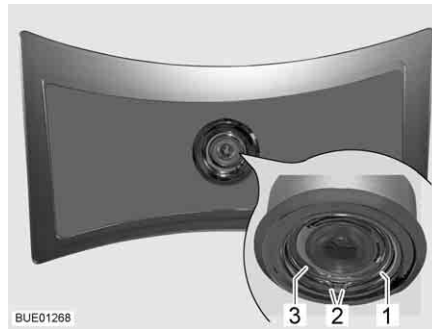

Bild 200 Taklampa
- Tryck samman fjäderringen (Bild 200,1) i båda ändarna (Bild 200,2) och ta bort den.
- Ta ut höljet (Bild 200,3) med lysdioderna ur lampan.